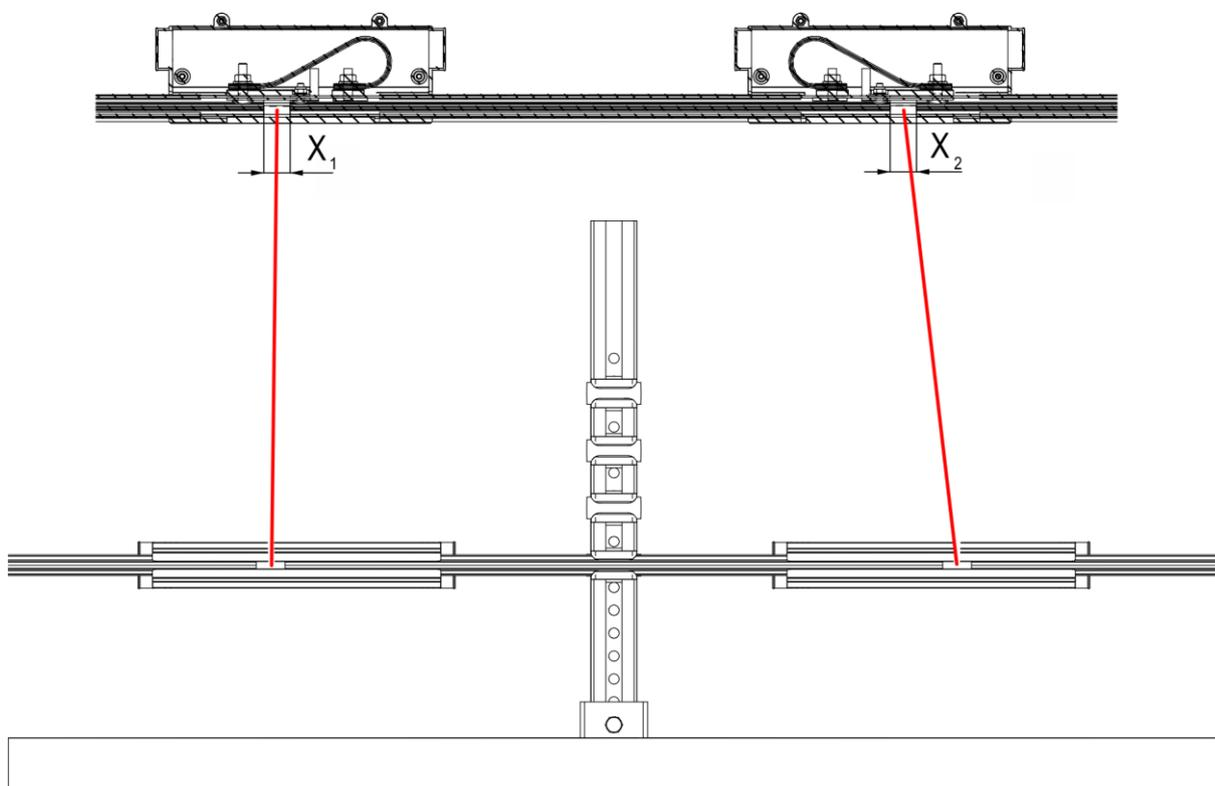
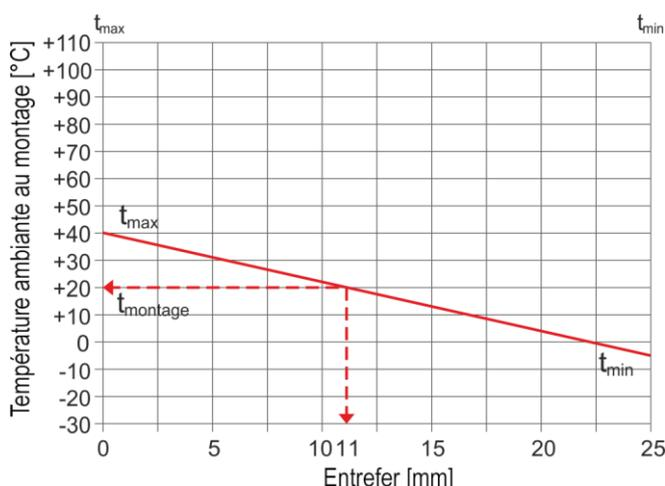

Fig. 95 : Espace de dilatation dans l'élément de dilatation
Fig. 96 : Calculer la cote de l'entrefer
- La cote de l'entrefer dépend de la température ambiante qui règne pendant le montage. Déterminer la cote de l'entrefer, composée des cotes des points de dilatation x_1 et x_2 (voir Fig. 95) à l'aide du diagramme (voir Fig. 96 ou le modèle de diagramme présenté au chapitre 12.2). Régler la cote déterminée par le bas. La cote ne doit pas être réglée de manière symétrique au niveau des points de dilatation.